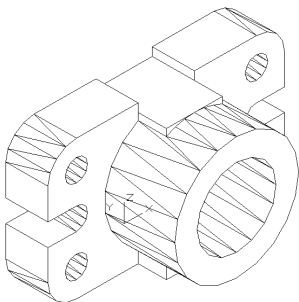

图 14-16 消隐结果
- 05 旋转实体并选择菜单【视图】|【消隐】命令，对实体模型进行消隐，结果如图 14-16 所示。